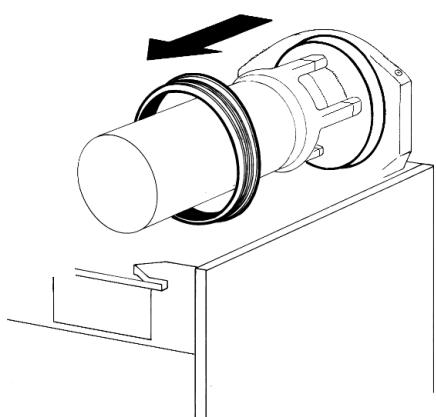

figura 8
- 4** Quitar de su alojamiento la junta del contenedor (ver figura 8).